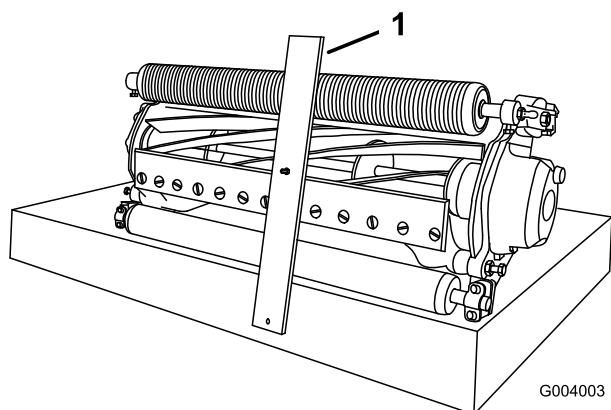

Figure 56
3. Accrochez la tête de la vis sur le bord tranchant de la contre-lame et appuyez l'arrière du gabarit contre le rouleau arrière (Figure 56).